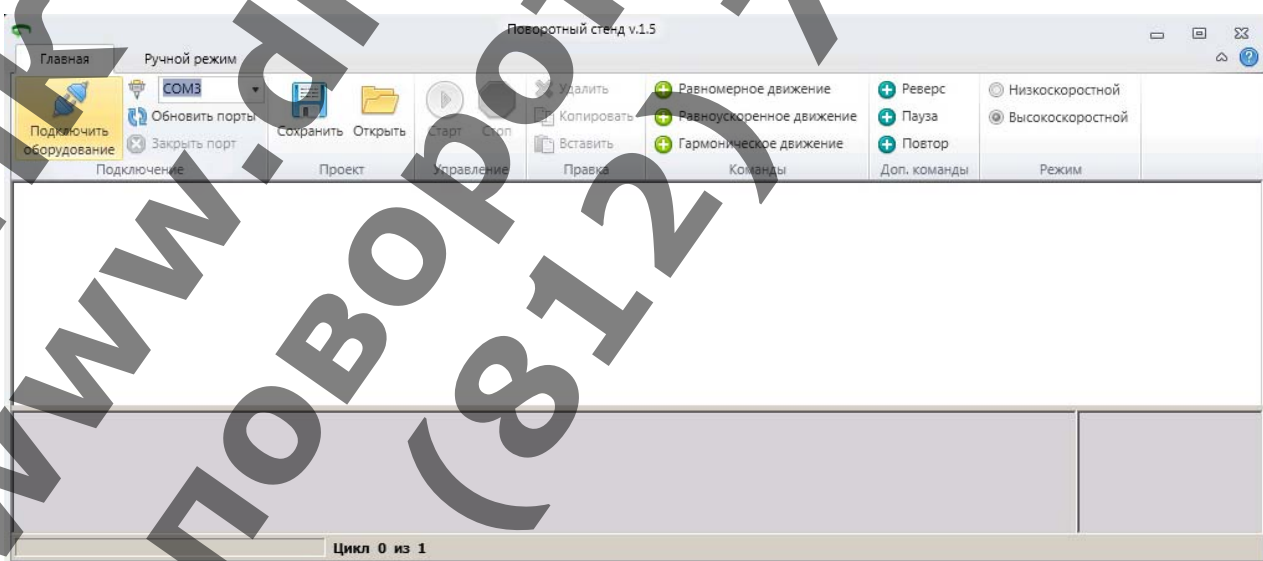

Рисунок 6.
2.2.11 В программе «Поворотный стенд» во вкладке «Главная» в установить номер СОМ-порта (рисунок 6).